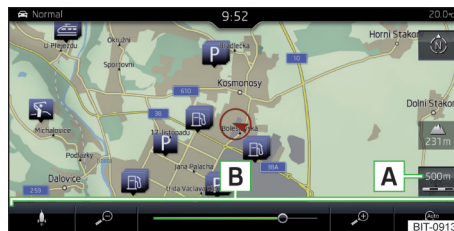
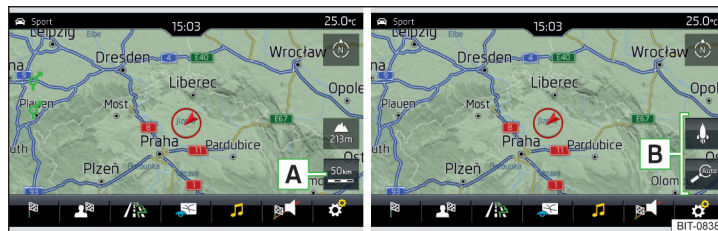

Fig. 233 Touches de fonction pour le changement d'échelle de la carte : Infotainment Columbus
Fig. 234 Touches de fonction pour le changement d'échelle de la carte : Infotainment Amundsen
➤ Touchez la touche de fonction souhaitée **A** » fig. 233 ou » fig. 234.
Dans la zone **B** » fig. 233 ou » fig. 234, les touches de fonction pour la modification de l'échelle de la carte sont affichées.
- ▶ Touchez la surface fonctionnelle **A** » fig. 233 et utilisez le curseur ou la surface fonctionnelle   Touchez le champ **B** » fig. 233 (s'applique à l'infodivertissement Columbus).